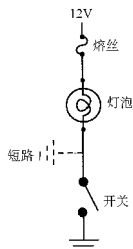

图 5-9 有短路故障的电路
29. 如果电路产生如图 5-9 所示的短路, 则下列哪一种说法正确?